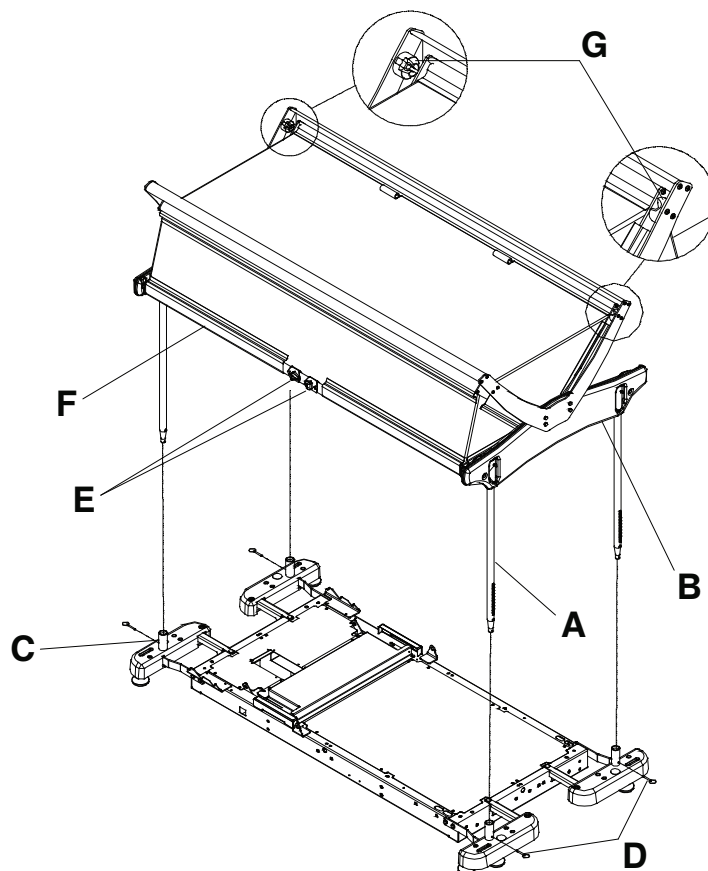

Figure 18 – Capot protecteur avec supports
1. Appuyer sur la goupille de verrouillage de la section supérieure de chaque montant (A) et insérer la tige dans le logement de la structure en plastique (B) (Figure 18). Répéter pour les autres montants.
2. Installer les quatre montants dans les douilles du support pour accessoires (C) (Figure 18).
3. À l'aide d'une clé mixte de 9/16 po, verrouiller les montants dans les douilles du support pour accessoires avec les quatre goupilles de sûreté (D) (Figure 18).
1. Pour ouvrir partiellement le capot protecteur, comprimer les deux boutons de déblocage (E) et soulever la barre inférieure (F) jusqu'à ce que les points d'ancrage soient dépassés (G) (Figure 18). Relâcher les boutons et abaisser la barre jusqu'à ce qu'elle repose sur les points d'ancrage.
2. Pour ouvrir complètement le capot protecteur, comprimer les deux boutons de déblocage (E) et soulever la barre inférieure (F) jusqu'à la hauteur maximale puis relâcher les boutons (Figure 18).
3. Pour fermer un capot protecteur partiellement ouvert, soulever la barre inférieure (F) des points d'ancrage (G) et comprimer les deux boutons de déblocage (E) tout en abaissant la barre en position fermée (Figure 18). Relâcher les boutons.
4. Pour fermer un capot protecteur complètement ouvert, comprimer les deux boutons de déblocage (E) et abaisser la barre inférieure (F) en position fermée (Figure 18). Relâcher les boutons.